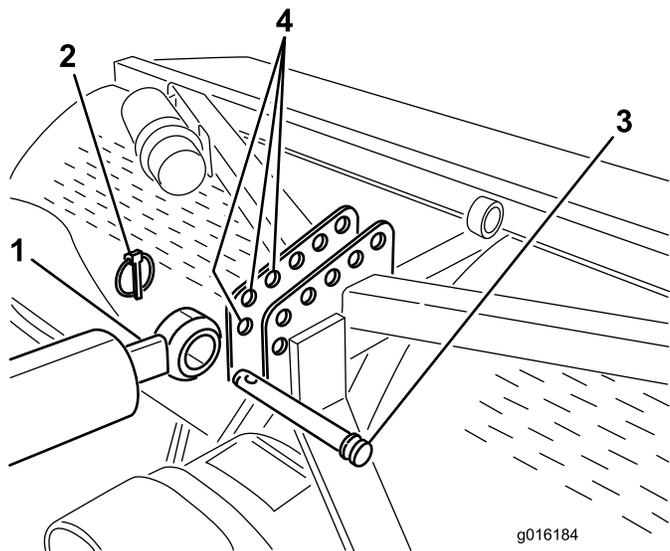
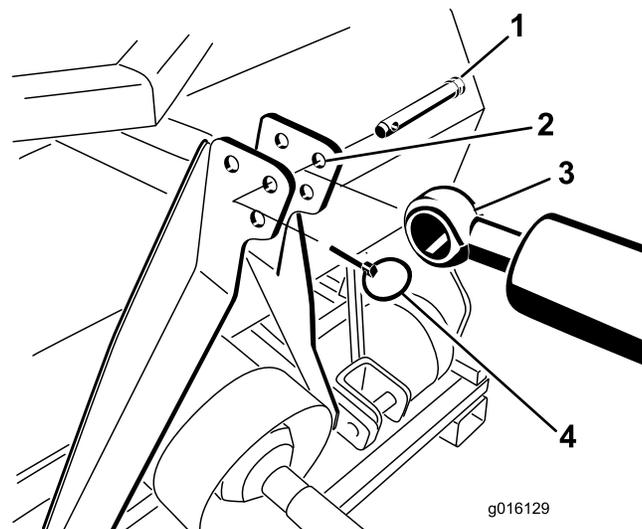
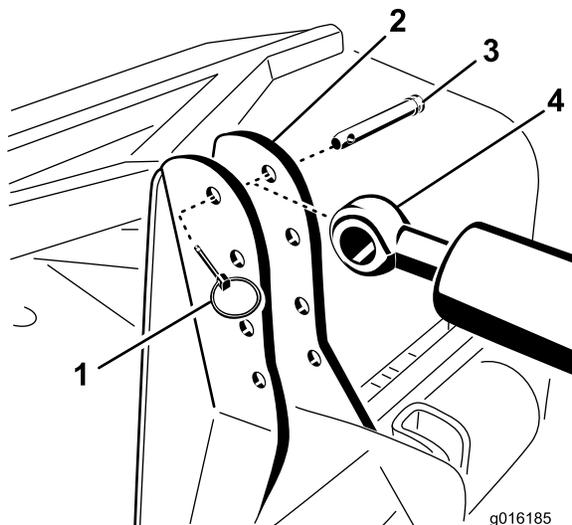

図 6
図 8
図 7
7. リンクピンとリンチピンを使って、油圧式上部リンクのロッド端を、エアレータのできるだけ前側の穴に固定する (図 6と図 7と図 8)。